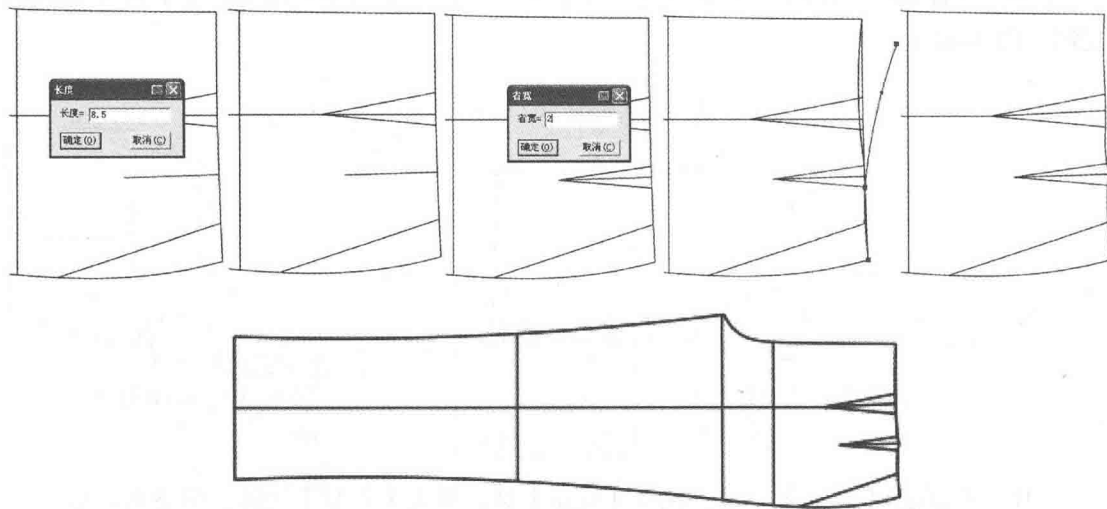

图 7-24 画腰围线
②选择 【智能笔】工具按着【Shift】键，进入【三角板】功能。左键点击第一个省与侧袋的两个点，在一半地方画省线长 8.5cm。选择 【智能笔】工具按着【Shift】键，右键框选前腰围基础线，点击开省线，出现省宽对话框，输入 2cm 省量，然后调顺腰线（图 7-24）。